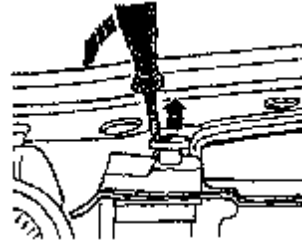

图 2-125 拆卸散热器
(4) 松开散热器的两个锁止销，向上将其拔下（如图 2-125 所示）。向前端摆动散热器，抬起并拆下。